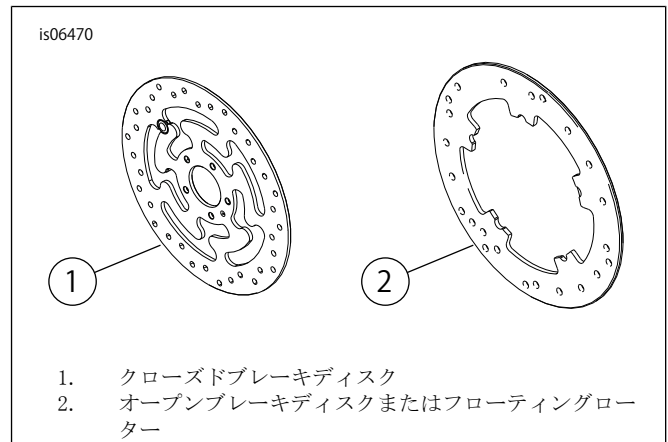

図1。フロントブレーキディスクのスタイル
- ・ブレーキディスクスクリュー(「図1」および「表1」を参照してください)。